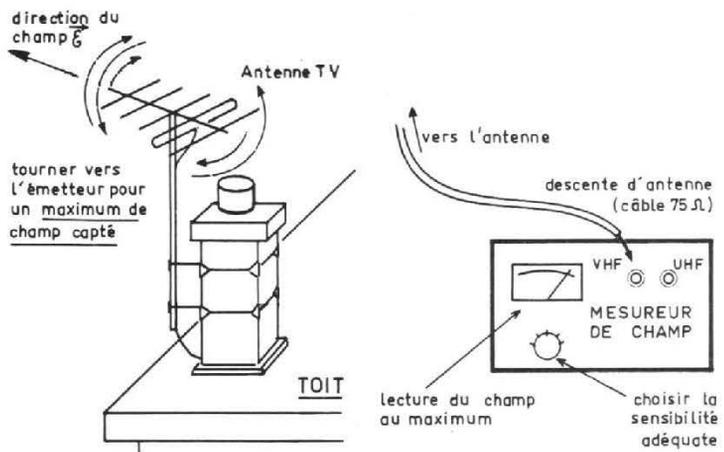

Fig. 9. — Emploi du mesureur de champ pour orienter au mieux les antennes.
niveau lu sur le galvanomètre (I) après avoir choisi la sensibilité qui détermine la déviation la plus grande. Le haut-parleur donne la nature de ce qui est capté tout en aidant à la recherche de l'accord. Si l'émission a lieu en MF, on procède de même mais le contacteur « son » est placé sur « FM ». On prendra soin de vérifier que les impédances d'entrée du mesureur et celle caractéristique du câble sont bien les mêmes (75 Ω), faute de quoi un taux d'ondes stationnaires apparaîtra dans la liaison. Signalons toutefois que l'on se trouverait, alors, dans les conditions de travail normal du système de descente. Outre la mesure de la tension, le mesureur de champ permet l'identification d'une fréquence inconnue, le repérage d'un câble pour le canal TV qu'il transmet, la bonne répartition d'une installation collective, le gain des amplificateurs de ligne, etc.; les emplois sont multiples dans le domaine de l'installation d'antenne, la plus évidente pour l'installateur étant la meilleure orientation du collecteur d'ondes vers la station ou sa meilleure implantation sur le toit (Fig. 9).